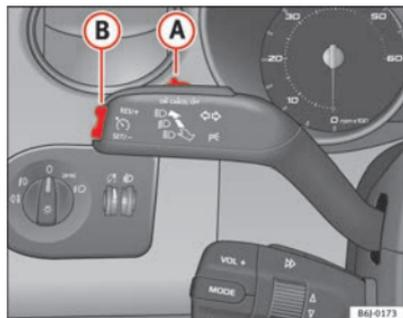

Fig. 104 Levier des clignotants et de l'inverseur-codes : commande et touche basculante pour régulateur de vitesse
- Déplacez la commande ⇒ fig. 104 **A** vers la gauche pour la mettre sur **ON**.